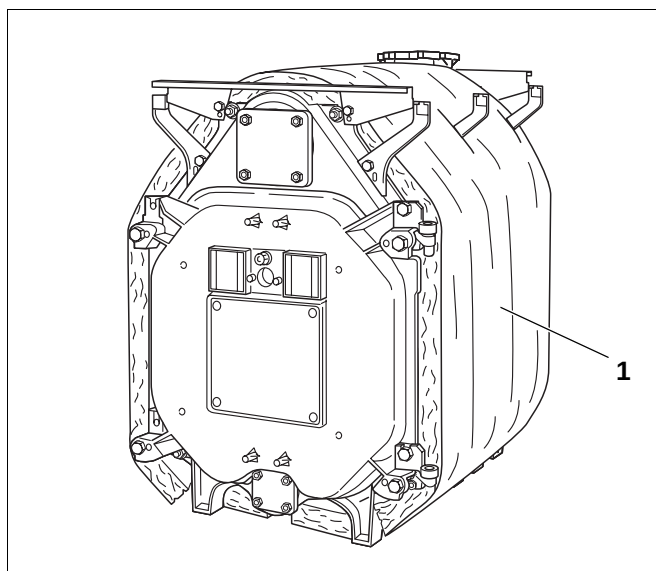
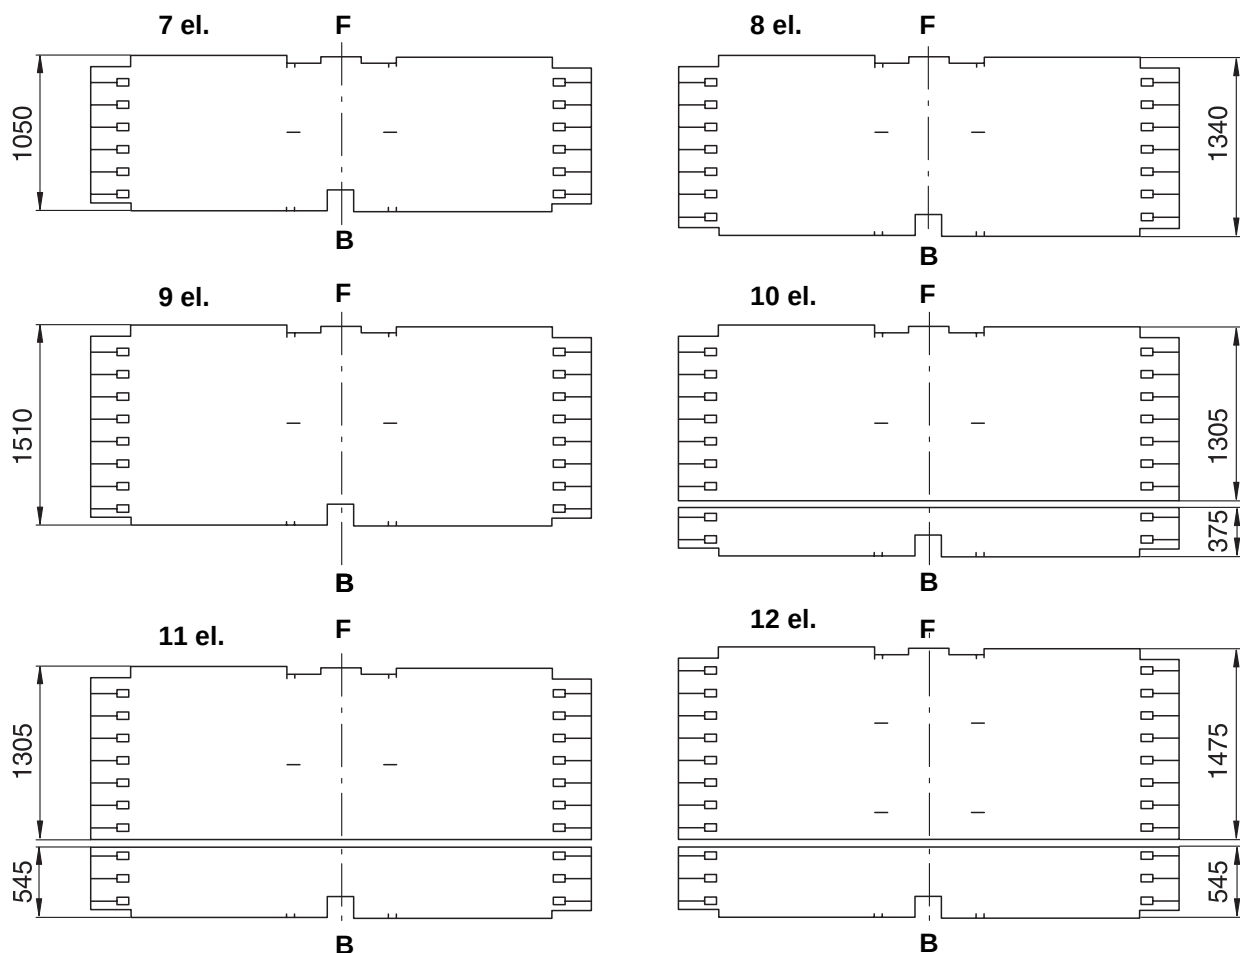

Fig. 40 Kjelblokk med isolasjon
Fig. 41
- Isolasjonen som følger med (fig. 40, **pos. 1**) passer til kjelens størrelse. Isolasjonen skal plasseres på kjelblokken som beskrevet i skjemaet i fig. 41 (sifrene over isolasjonen som er foldet ut angir antall kjelelementer).